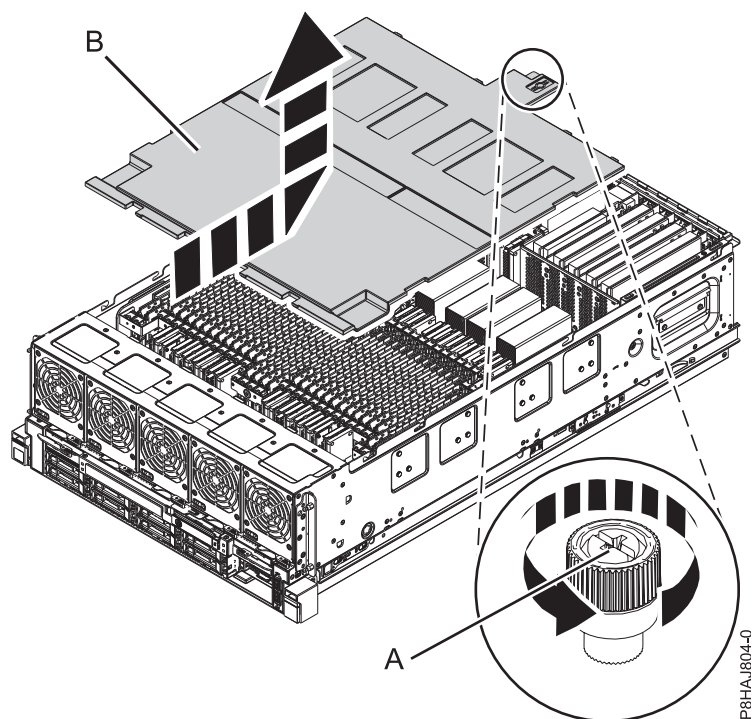

Figura 11. Extracció de la coberta de seguretat
2. Afluïxeu el cargol de mà (A) que hi ha a la part posterior de la coberta fent-lo girar en la direcció que es mostra a la Figura 11 a la pàgina 31.
3. Desplaceu la coberta de seguretat (B) cap a la part posterior del sistema. Quan la part frontal de la coberta deixi al descobert la lleixa del marc superior, aixequiu la coberta fins treure-la del sistema.